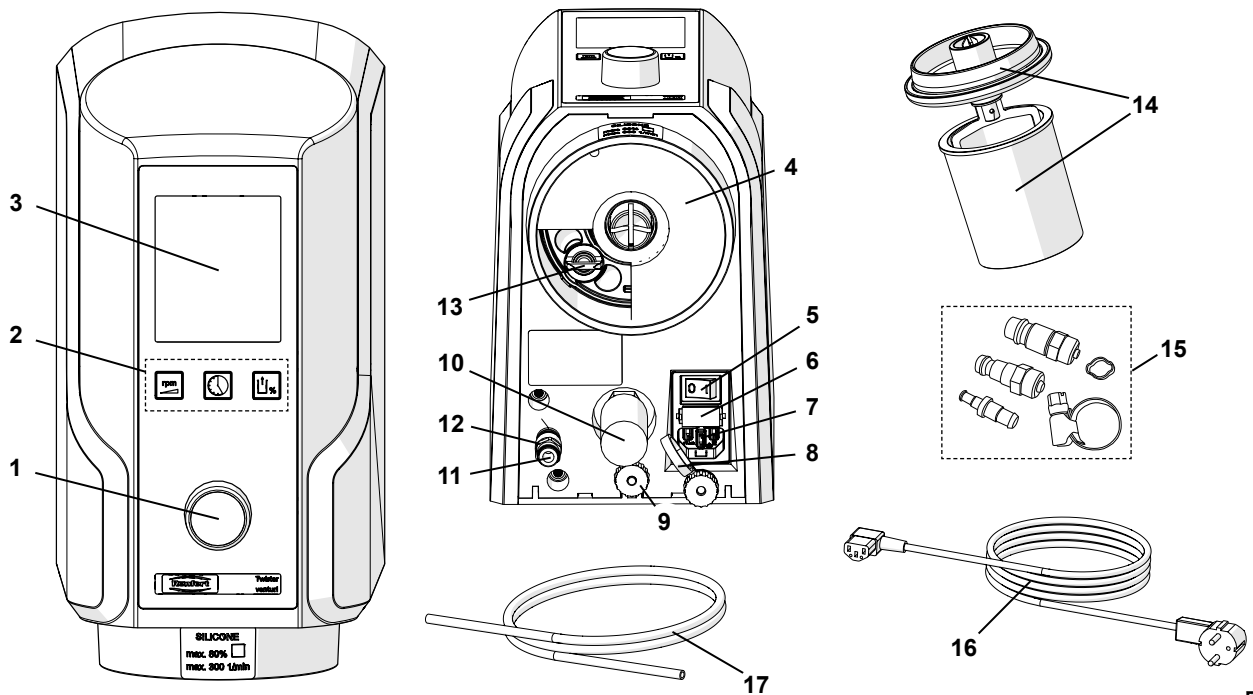

図. 1
- ⇒ エアーホース (17) をエアージョイント (11) のホースジョイントの縁までしっかりと差込みます。その際、軽く抵抗を感じます。
- ⇒ 圧縮エアーネット (15, 図. 1) に接続させるために同梱セットから適切なホースカップリングを選び、ホース末端部に取り付けて下さい。